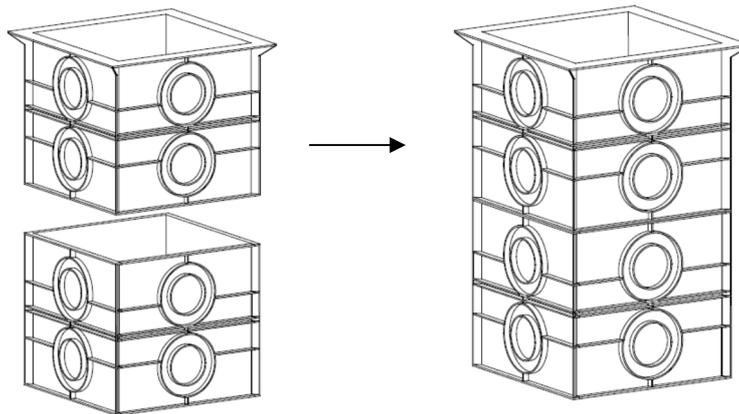

Figura 2
- Estos modelos tienen la posibilidad de prolongarse en profundidad mediante suplementos, la altura de estos prolongadores son de 25 o 50 cm. y se pueden unir tantos como se necesite (figura 2).
- Estos modelos, al igual que los anteriores (figura 2), pueden prolongarse en profundidad mediante suplementos, la altura de estos prolongadores son de 35 o 70 cm. y se pueden unir tantos como se necesite.